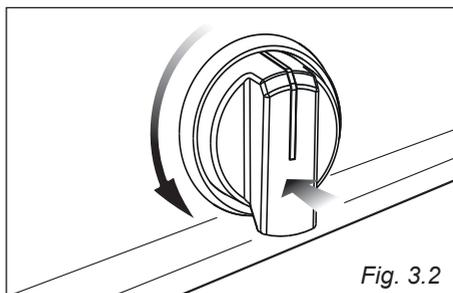

Fig. 3.2
- Abrir la glándula de cable destornillando el tornillo **F** (fig. 3.2) y los tornillos del terminal.
1. Gire la perilla de la válvula en sentido antihorario (fig. 3.2), hasta la capacidad máxima, y manténgalo presionado, se obtendrá la activación del encendido. Si falta corriente eléctrica, acerque una llama al quemador.